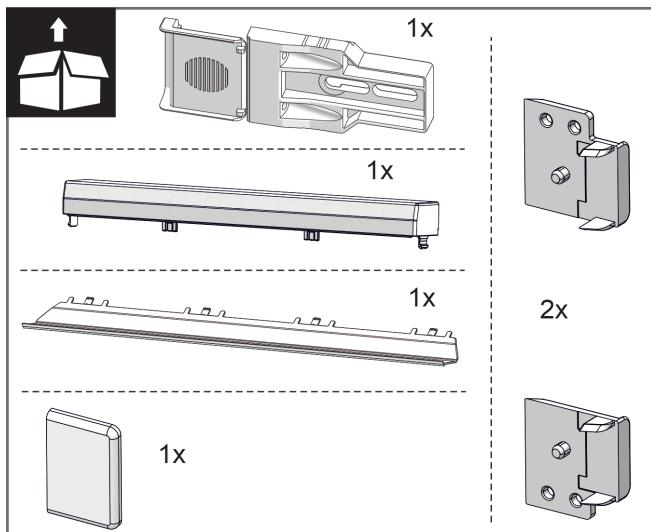

Fig. 10
2. Skontrolujte montážne diely v príslušenstve. Fig. 10 0 až Fig. 16 0
## Montážne diely v príslušenstve Fig. 10 0 až Fig. 16 0